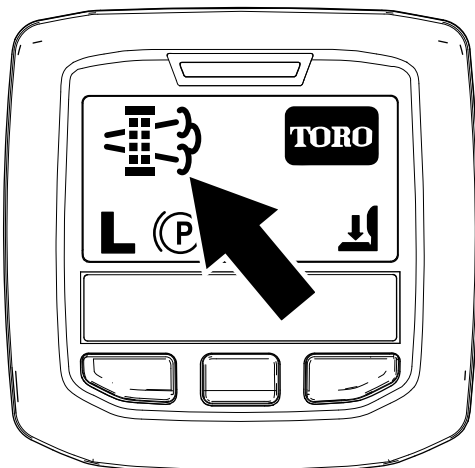

Figura 44
- Quando o computador do motor pede uma regeneração em estacionamento ou uma regeneração de recuperação, o ícone de pedido de regeneração (Figura 44) surge no InfoCenter.